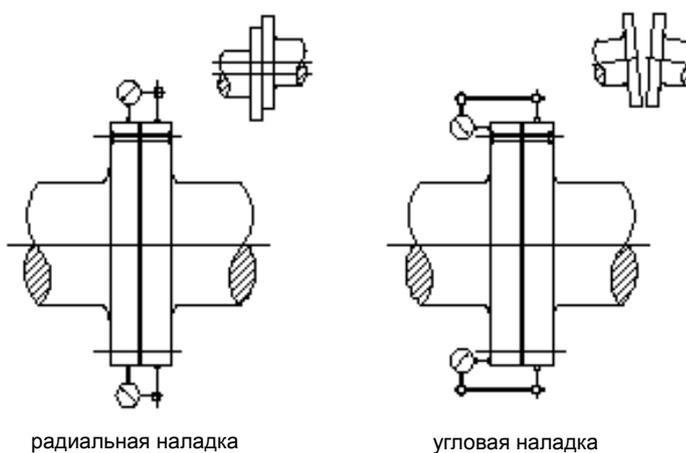

Рисунок 3-8 Проверка выравнивания с помощью индикаторов
3. Установить регулировочное оборудование. Если используются индикаторы, то стрелку на циферблате следует установить примерно посередине шкалы. Проверить жёсткость кронштейнов индикатора, чтобы предотвратить опасность прогибания, см *Рисунок 3-8 Проверка выравнивания с помощью индикаторов*